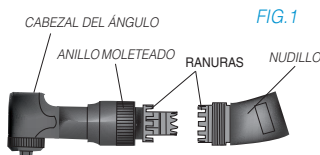

FIG.1
- Alojar el anillo moleteado para poder desconectar las ranuras (Fig.1).